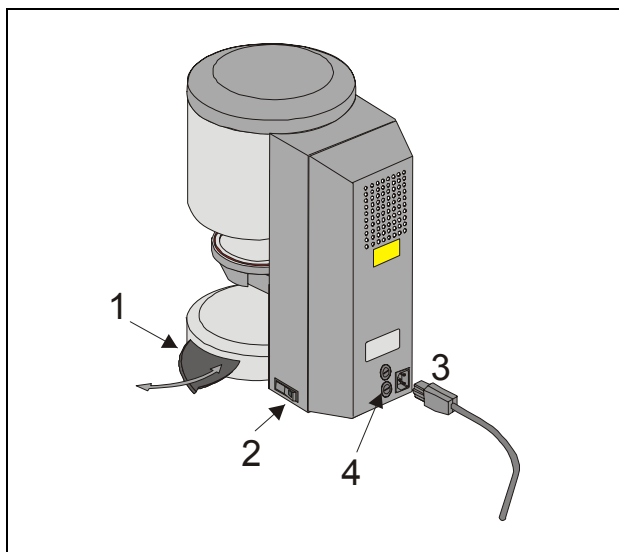

Fig. 1
- Collegare la pompa per vuoto (Fig. 1)
- Collegare il forno alla rete con il cavo in dotazione (Fig. 1) Utilizzare un cavo d'alimentazione per apparecchi termici tipo HO5RR-F 3G1, 0 mm2. Non usare prolunghie. In caso di sovraccarico sussiste il pericolo di incendio
Quando il forno non viene utilizzato, si raccomanda di far salire il lift nella camera di cottura e spegnere il forno con l'interruttore principale (vedi Fig. 1). La chiusura della camera di cottura protegge l'isolamento ed impedisce l'assorbimento di umidità.